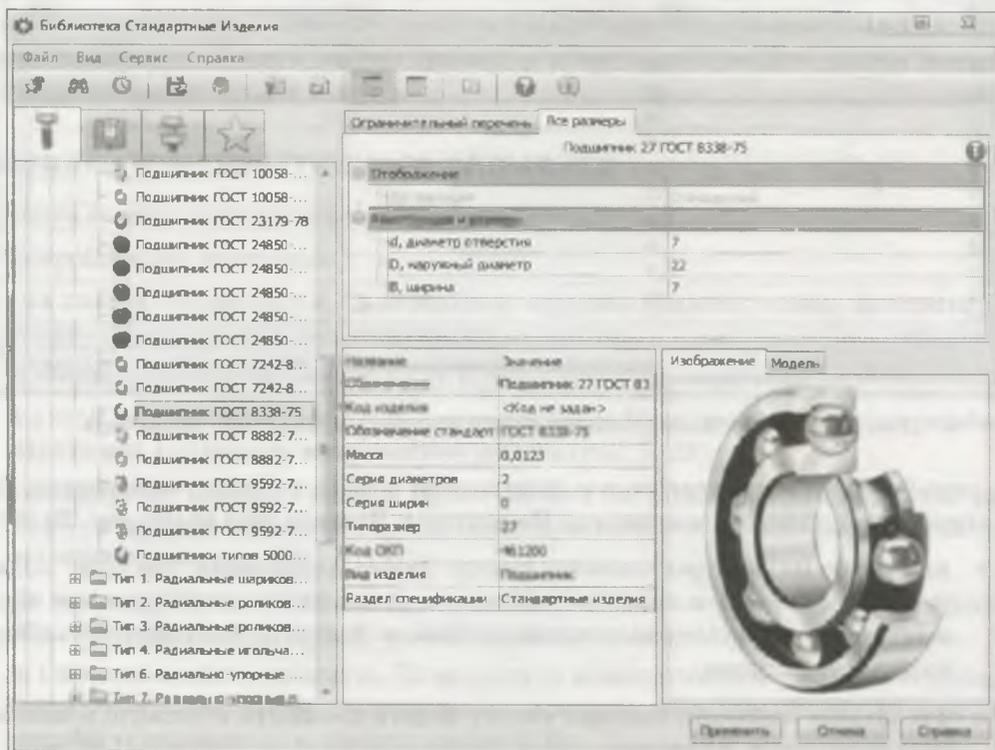

Рис. 30.25. Главное окно Библиотеки при выборе подшипника
- ♦ на вкладке **Стандартные изделия** вызовите команду **Подшипники и детали машин** ► **Подшипники качения** ► **Радиальные шариковые** ► **Подшипник ГОСТ 8338–75**. В главном окне **Библиотеки** в **Области свойств** раскроется панель для ввода параметров (рис. 30.25), на которой задайте такие параметры: